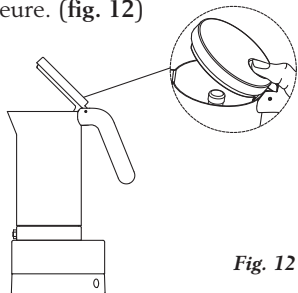

Fig. 12
- Soulevez le couvercle en utilisant l'empreinte réalisée dans sa partie supérieure. (fig. 12)